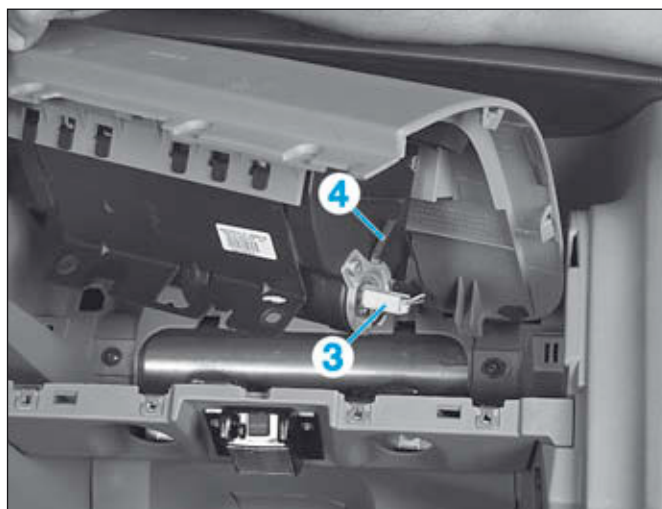

FIG.4
- le rivet (7) de l'airbag thorax,
- Débrancher (Fig.4) :
- le connecteur (3),
- la cosse de masse (4).